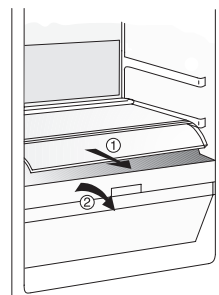

Fig. 2
- Das Fach herausnehmen (siehe **Abb. 2**).